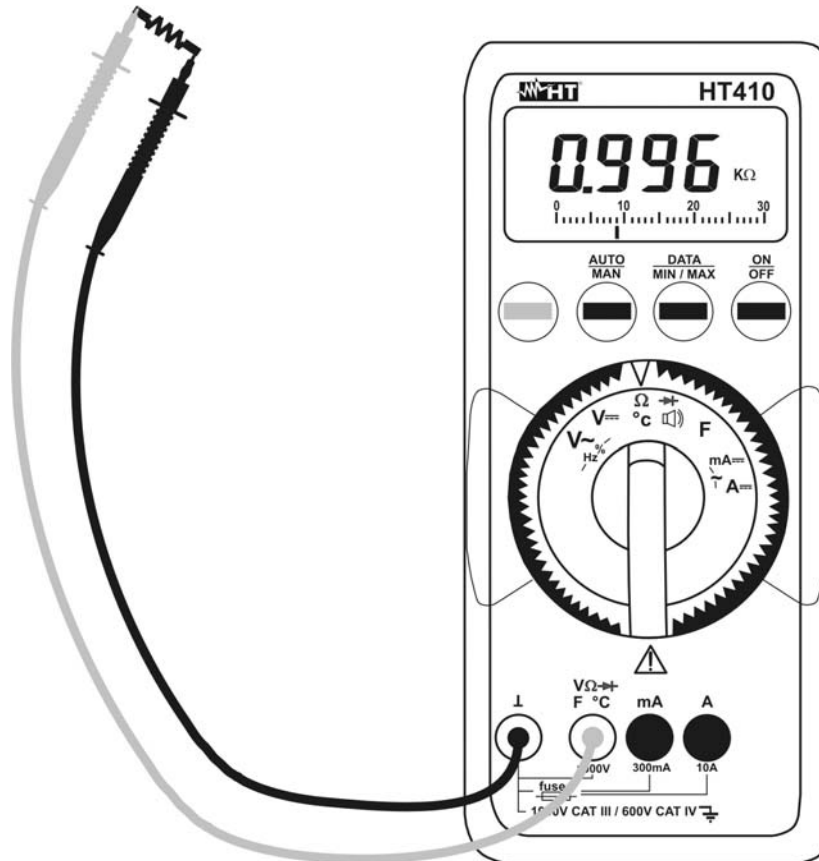

Abb. 6: Widerstandsmessung
4. Abb. 6). Die Widerstandsgröße wird durch die automatische Bereichswahl erkannt und angezeigt.